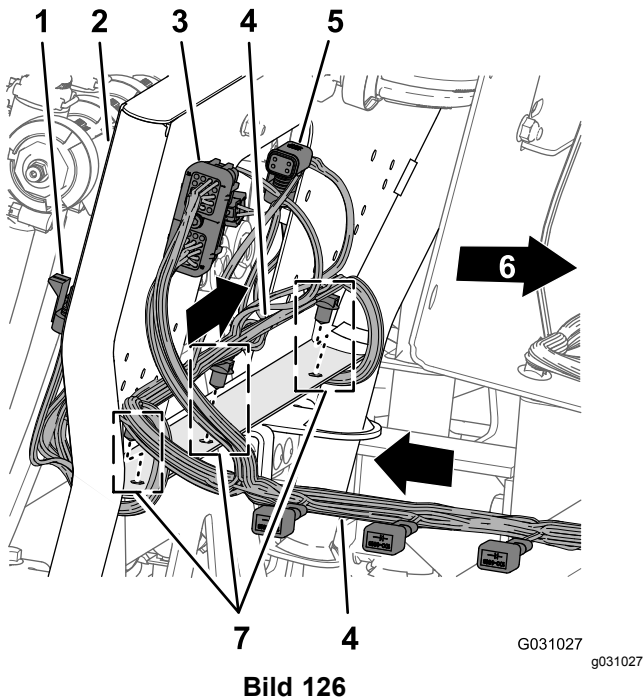

Bild 126
1. Verlegen Sie den 203-cm-Kabelbaumzweig so über die Rückseite der 10-Ventil-Befestigung, dass die zehn Anschlüsse für die Düsenventile hinten und unter den Ventilen sind (Bild 126).
2. Stecken Sie die Tannenbaumanker des 203-cm-Kabelbaumzweigs in die Löcher im unteren Flansch der 10-Ventil-Befestigung (Bild 126).